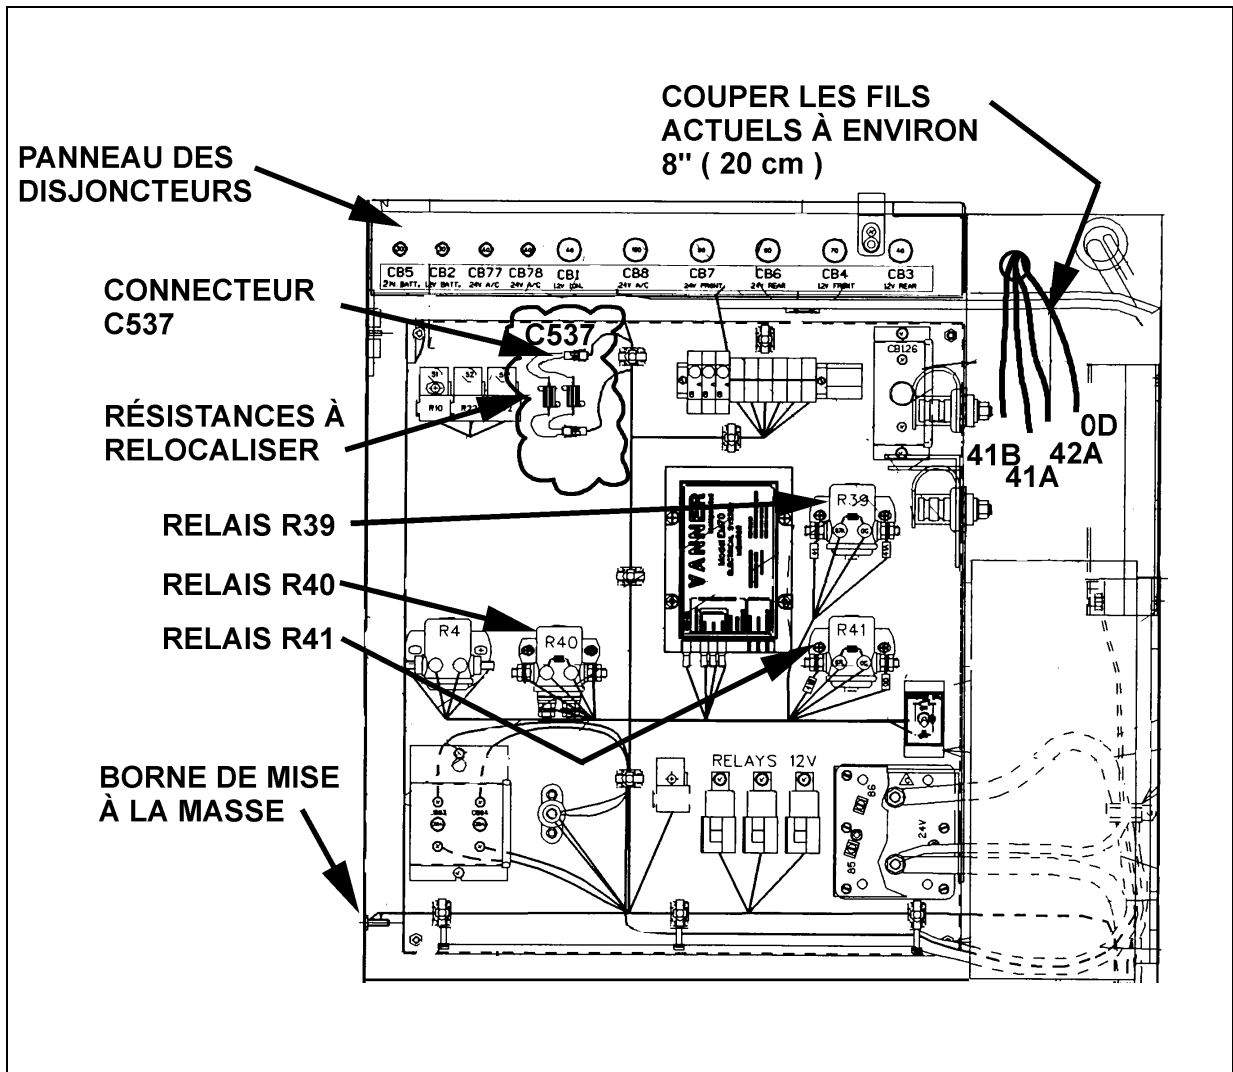

Figure 6 : vue du compartiment principal d'alimentation
3. Localiser dans le coin supérieur droit au fond du compartiment, un faisceau de 4 fils dans du ruban électrique. Ces fils provenant du compartiment du condenseur sont identifiés 41A (rouge). 41B (rouge), 42A (rouge) et 0D (noir) (figure 6).
4. Couper ces fils en laissant une longueur de 8" (20 cm) environ (figure 6).